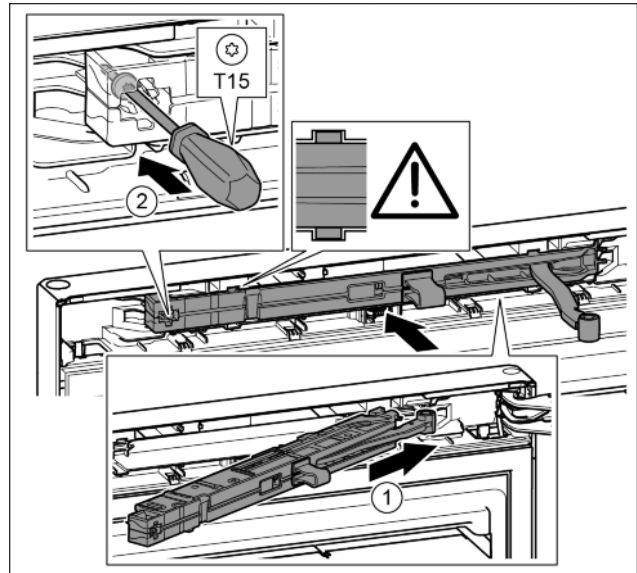

Fig. 19
- ▶ Schließdämpfereinheit auf der Lagerbockseite bis zum Anschlag schräg in die Aussparung einschieben. Fig. 19 (1)
- ▶ Schraube mit einem Schraubendreher T15 festschrauben. Fig. 19 (2)